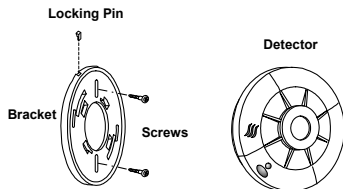

Figura 7: Instalação do detector de fumaça
Para instalar o detector, execute as seguintes etapas (Veja a Figura 7)
- ◆ Solte o parafuso de segurança do suporte para montagem da unidade (Figura 7).
- ◆ Usando os parafusos fornecidos, conecte o suporte na parede como na Figura 7.
- Introduza o pino de trava para unir o suporte para montagem ao detector (veja a Figura 7).